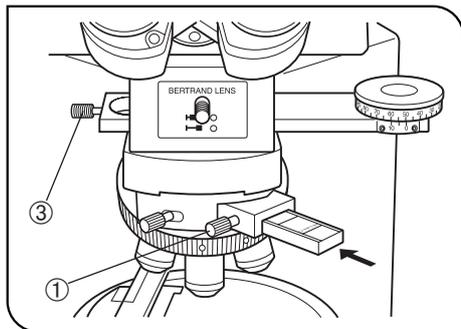

Fig. 10
1. Se necessario, inserire il filtro ND (30 mm di diam.) nel foro libero ①.
2. Introdurre l'analizzatore girevole (U-AN360P-2) ② fino allo scatto in posizione. A questo punto, avvitare la vite di arresto ③ (Fig. 10).
## 10 Montaggio della lamina compensatrice (Fig. 10)